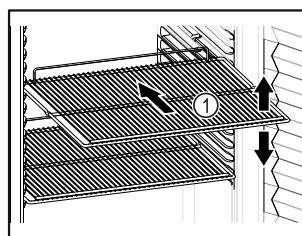

Fig. 62 Beispielhafte Darstellung
- Wenn Ablageflächen Fig. 62 (1) versetzbare sind, Ablageflächen je nach Höhe anpassen.